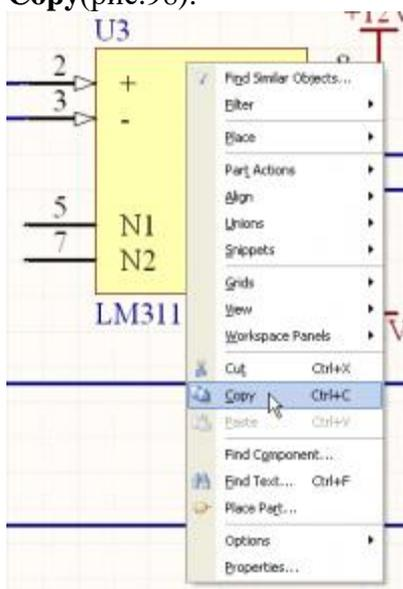

Рис. 98
2. Выбираем понравившийся компонент, выделяем его и щелкаем на нем правой кнопкой мыши. В контекстном меню, выбираем **Copy**(рис.98).